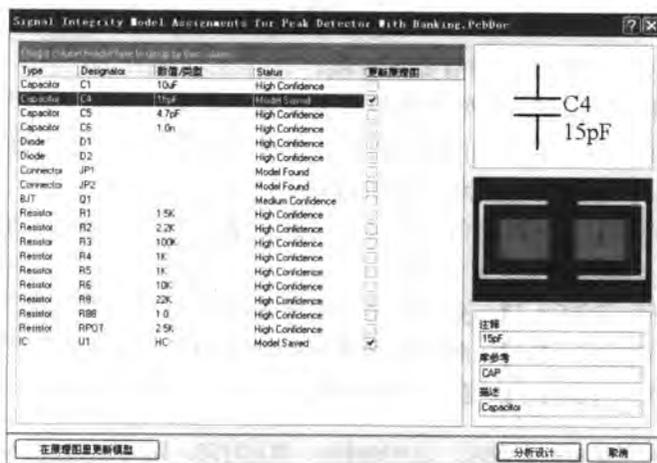

图 12-12 模型信息已更新到原理图中
- [6] 单击窗口左下方的 **在原原理图更新模型** 按钮，即可将修改后的模型信息更新到原理图中，此时对应的【Status】栏中会显示“Model Saved”（模型已保存）的状态信息，如图 12-12 所示。